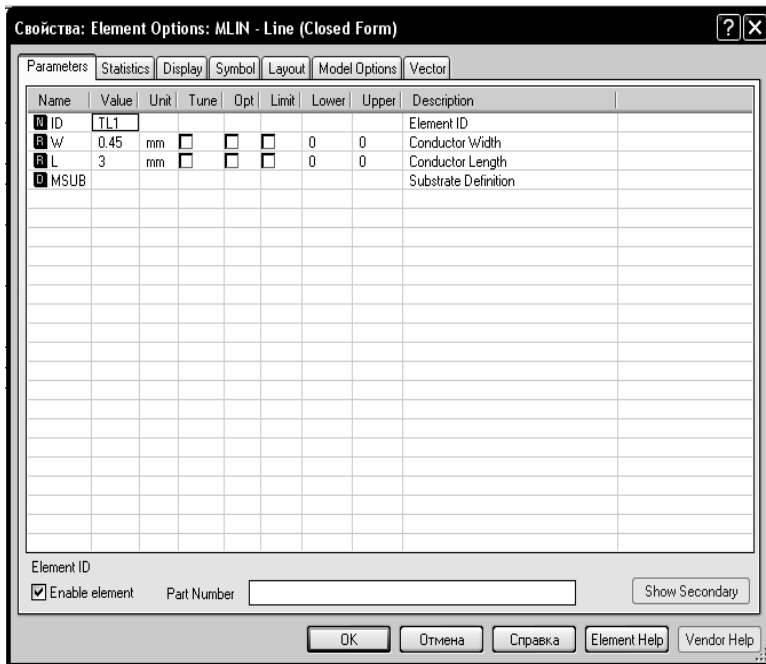

Рис. 2.22
1. Дважды щёлкните по первому элементу **MLIN**. В открывшемся окне (рис. 2.22) введите **W=0.45 mm** (т.е. введите 0.45 в поле **Value** параметра **W**) и **L=3 mm**. Нажмите **OK**. Такие же значения параметров введите для последнего четвертого элемента **MLIN**.